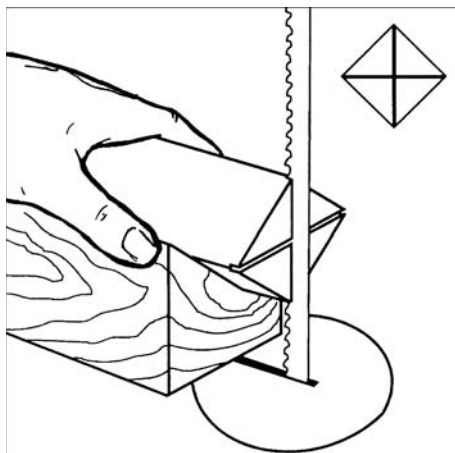

Рис. 9
- Наметьте и отмерьте середину на обоих торцах заготовки. Для твердых пород древесины со стороны передней бабки можно сделать надрезы пилой (см. рис.9).